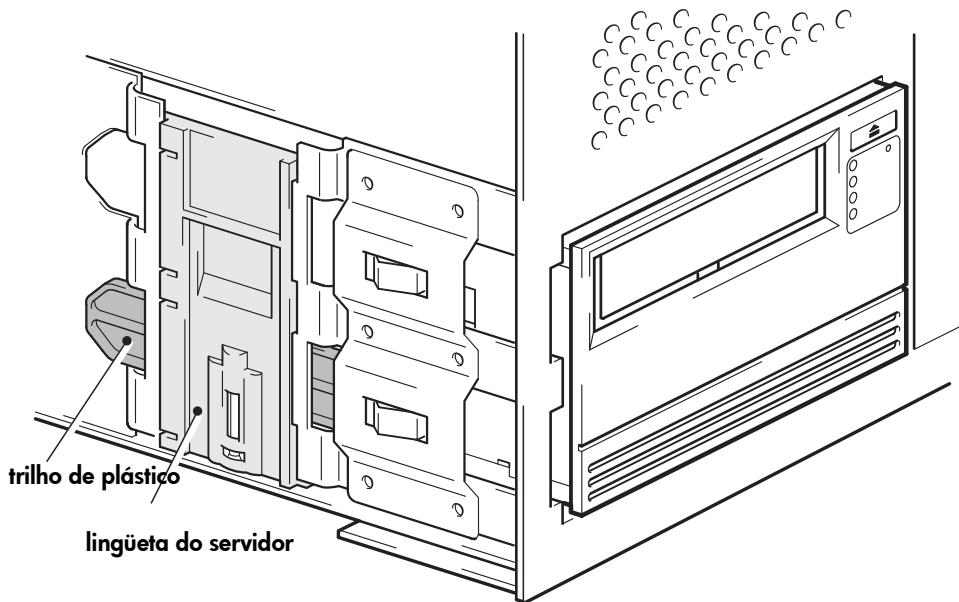

Figura 8a: fixar a unidade aos acessórios de montagem
- 1** Empurre a trava do servidor para baixo, para travar a unidade de fita na posição, conforme a Figura 8a.